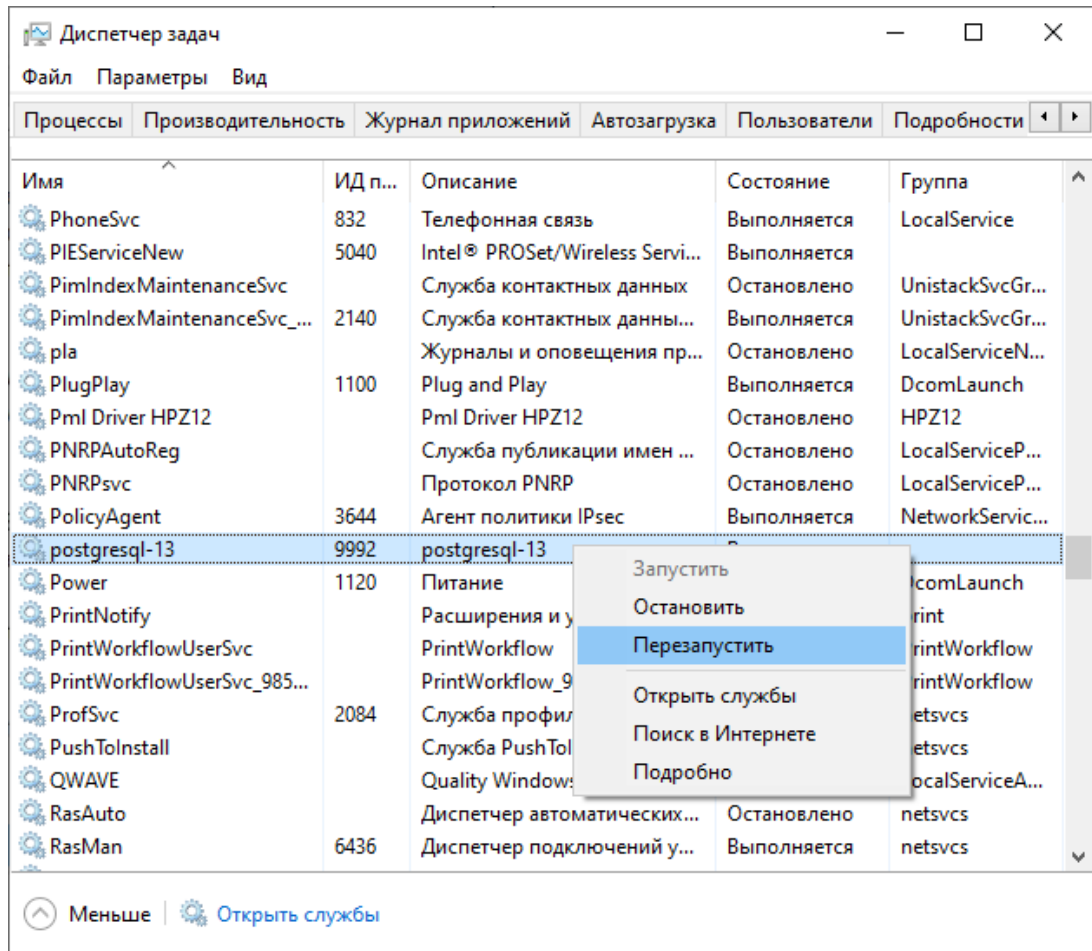

Рисунок 15 - Перезапуск службы postgres
- Перезапустите службу postgres в диспетчере задач Windows (Рисунок 15).